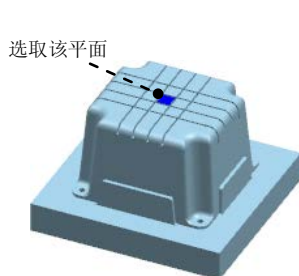
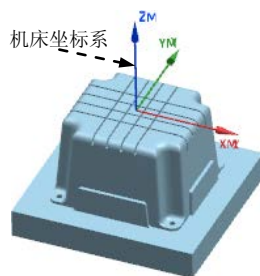

图 20.3 定义参照面
图 20.4 创建机床坐标系
Step2. 在“CSYS”对话框类型下拉列表中选择对象的 CSYS 选项, 然后在图形区选择图 20.3 所示的面, 单击确定按钮, 完成图 20.4 所示机床坐标系的创建。